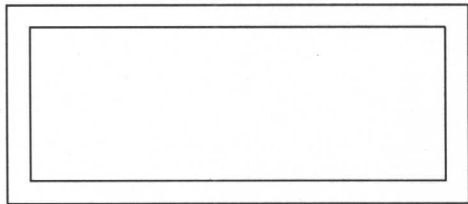

图 3-3 偏移图形
3. 选择“修改”/“偏移”命令,将矩形向内偏移80mm,结果如图3-3所示。